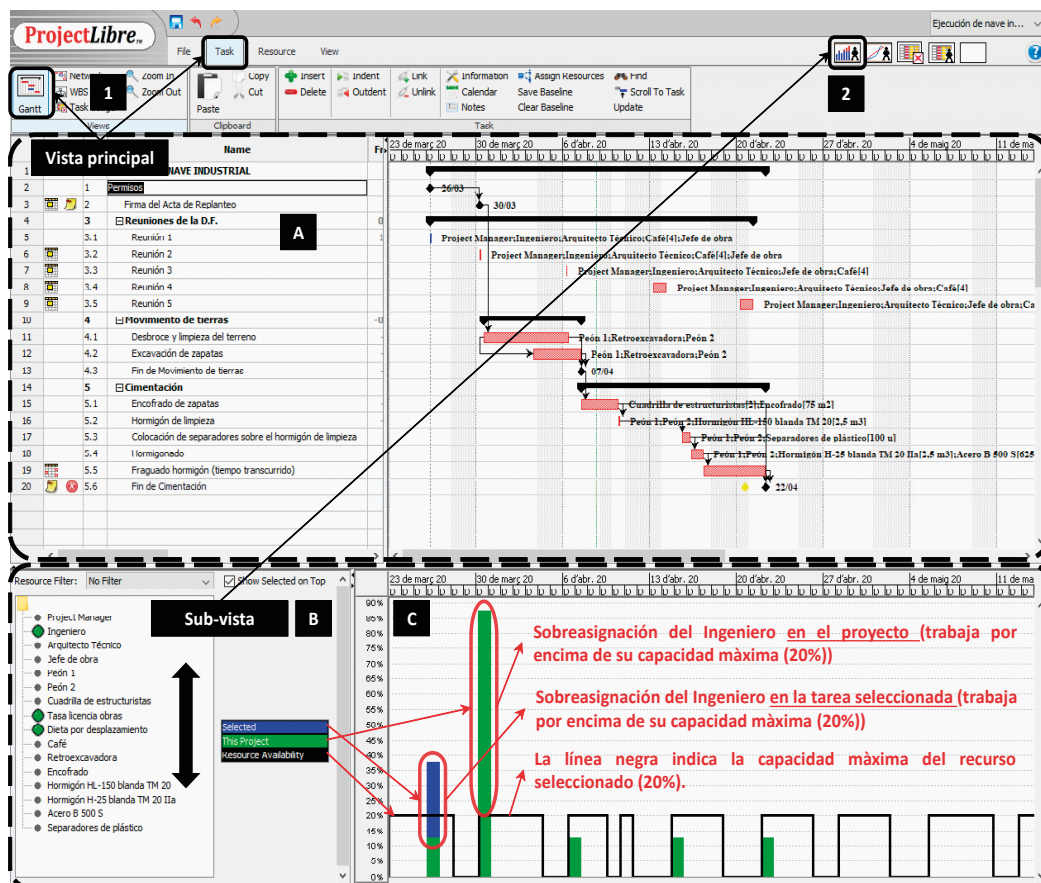

Figura 61.
1) *Vista combinada Gantt - Histograma de recursos*. Permite dividir el panel del ProjectLibre en dos subpaneles, uno superior donde se visualiza la Tabla de tareas y el Gantt y, uno inferior, donde se visualiza el Histograma de los recursos. Para acceder a esta vista, desde la vista Tabla de tareas y Gantt **1**, hay que clicar en la subvista Histograma **2**, botón situado en la parte superior derecha (véase figura 61). En el Histograma, la asignación de recursos se identifica de la siguiente manera: